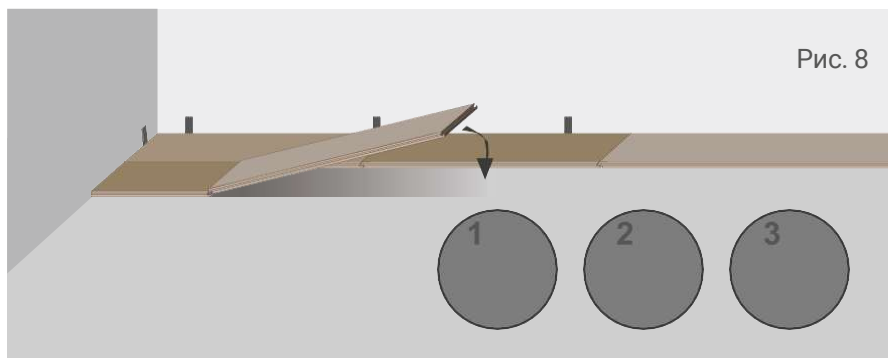
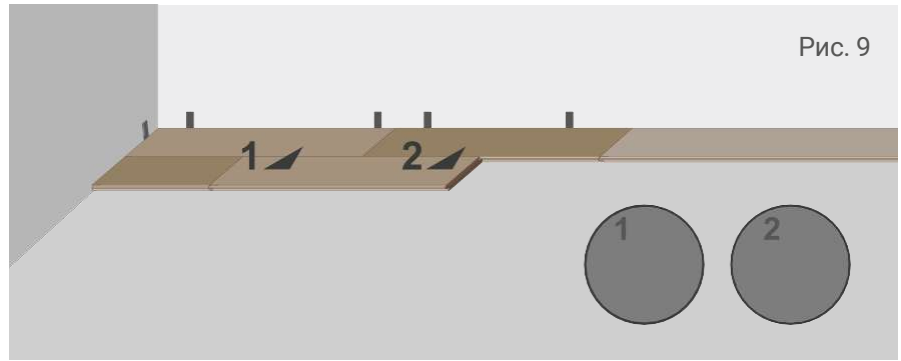

Рис. 8
Рис. 9
8.3.1.1 После того, как Вы уложили первую планку второго ряда, укладывать следующие планки следует со стороны поперечного замка (см. рис. 8). Вставить вторую планку в паз первой с короткой стороны, при этом продольная сторона планки должна быть установлена с небольшим смещением, так чтобы при опускании данной планки вниз можно было ввести в зацепление продольный замок с предыдущим рядом (см. рис. 9).